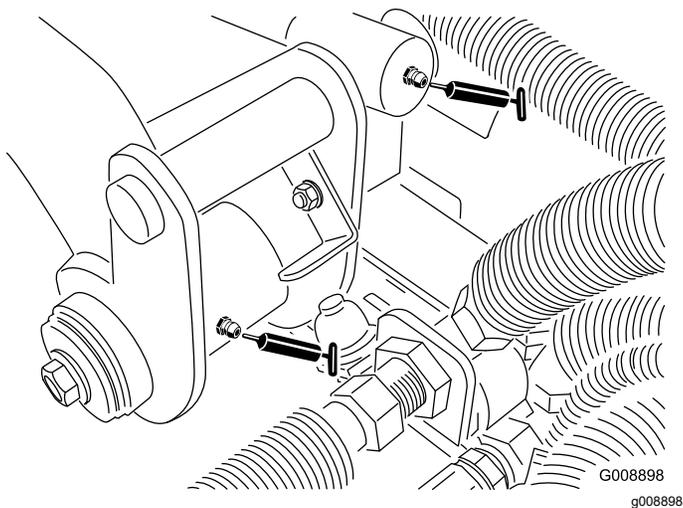

図 60
- 後昇降アームのピボットと昇降シリンダ2ヶ所 **図 60**